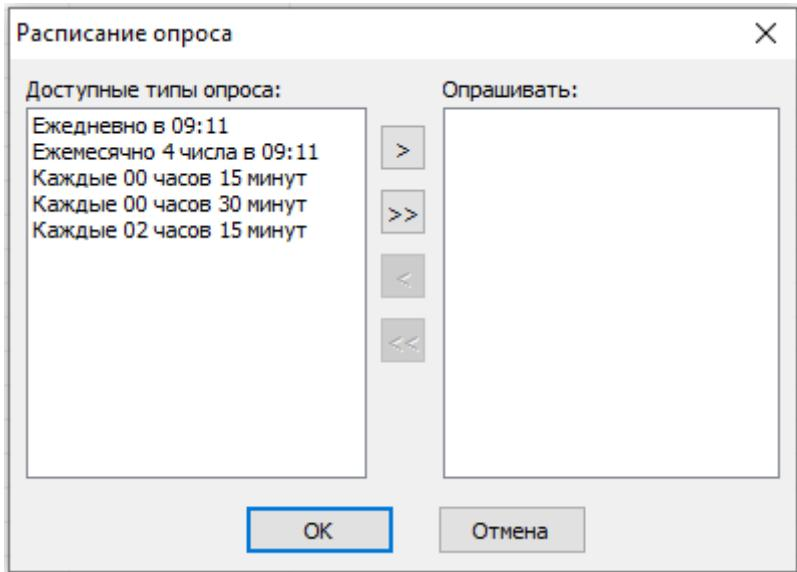

Рисунок 28. Расписание опроса
9.2 В открывшемся окне «Расписание опроса», Рисунок 28, выбрать из списка «Доступные типы опроса» режим опроса и переместить его параметры в список «Опрашивать» (кнопки: - для одного значения, или - для всего списка). Выбранный режим опроса принять или отменить кнопками «OK» или «Отменить» соответственно.